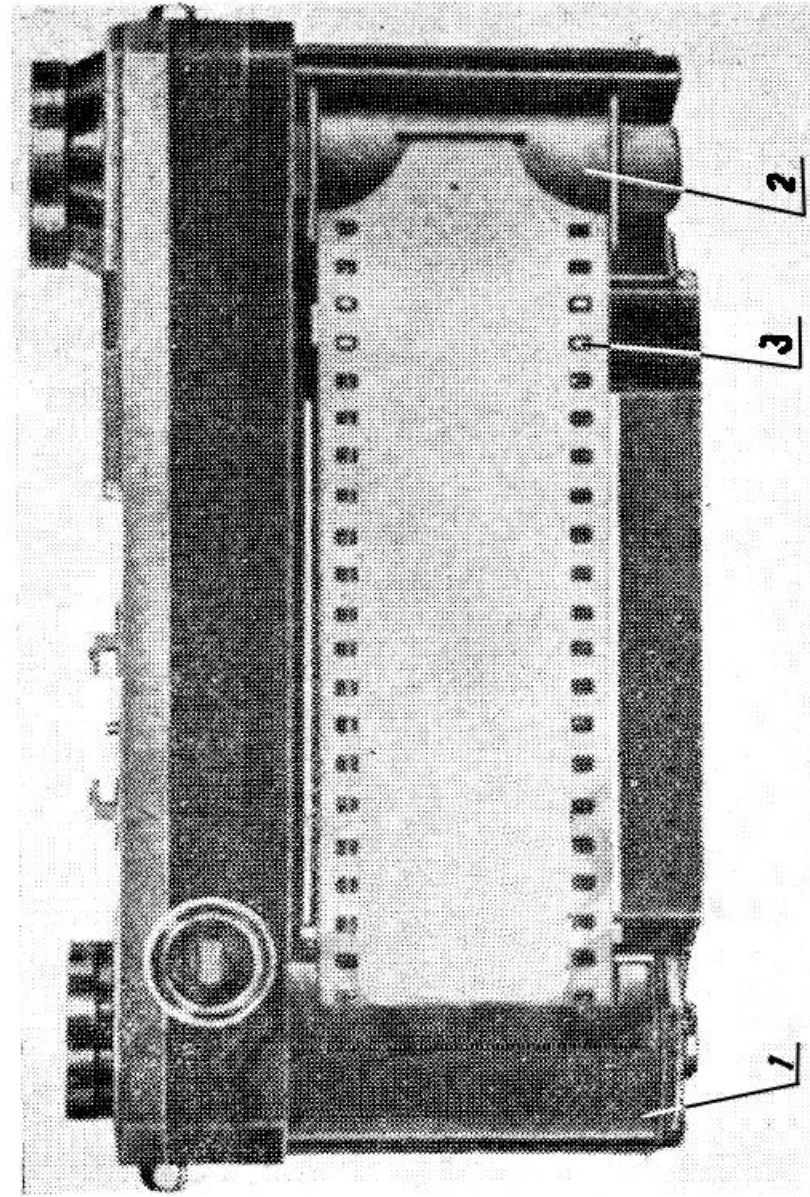

Рис. 2. Заряженный аппарат в раскрытом виде:
Кассета аппарата «Киев» (см. рис. 2) состоит из двух трубочек, внутренней и наружной, входящих одна в другую, и катушки для намотки пленки.
4. Кассету вставить в аппарат таким образом, чтобы выступ кассеты вошел в предусмотренный для него паз в корпусе аппарата. При этом одновременно насадить на поводок приемную катушку, установив пленку таким образом, чтобы зубья транспортирующего барабана входили в перфорацию пленки (рис. 2).